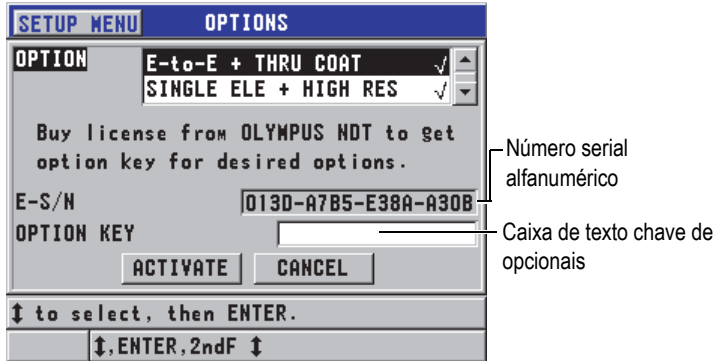

Figura 6-1 Tela OPTIONS
2. No **SP MENU** (veja Figura 4-2 na página 55), selecione **OPTIONS** (veja Figura 6-1 na página 81), anote o número serial de 16 dígitos alfanuméricos que aparece no campo **ES/N**.
4. Na tela **OPTIONS** (veja Figura 6-1 na página 81):